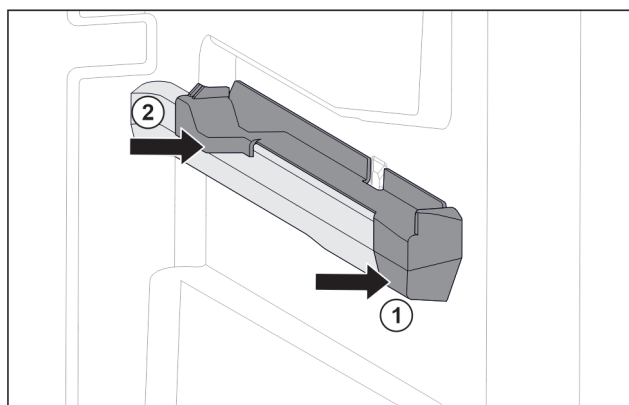

Fig. 125 Elemento inseribile sulla nervatura destra del contenitore
- Posizionare l'elemento inseribile sulla parte anteriore della nervatura del contenitore. Fig. 125 (1)
- Premere l'elemento inseribile sulla parte posteriore. Fig. 125 (2)